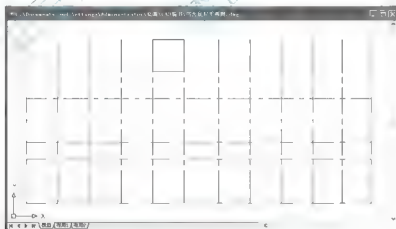

图 2.31 修剪6轴线右侧的E、F轴线
(2) 用同样的方法，以6轴线为边界将E、F轴线位于6轴线右边的部分剪掉，结果如图2.31所示。